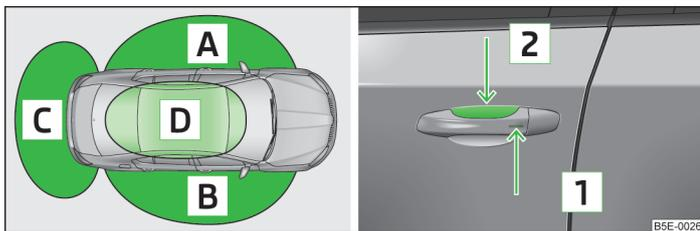

Abb. 15 KESSY: Bezeichnung der Bereiche und Entriegeln / Sensoren im Griff der Vordertür
➤ Den Türgriff der vorderen Tür fassen oder den Sensor **2** » Abb. 15 mit der ganzen Handfläche bedecken » **I**.
➤ Den Sensor **1** » Abb. 15 mit den Fingern berühren.
Wenn beim Entriegeln der Sensor **2** und gleichzeitig der Sensor **1** » Abb. 15 überdeckt werden, wird das Fahrzeug nicht entriegelt.
Das System KESSY kann den gültigen Schlüssel finden, auch wenn dieser z. B. im vorderen Bereich des Fahrzeugdachs vergessen wurde **D** » Abb. 15. Deshalb ist es nötig, stets zu wissen, wo sich der Schlüssel befindet.
Wenn nach Verriegeln des Fahrzeugs inklusive der Gepäckraumklappe der Schlüssel, mit dem das Fahrzeug verriegelt wurde, im Fahrzeug bleibt, aktiviert sich der Schutz gegen ungewolltes Einsperren des Schlüssels im Fahrzeug und es entriegelt wieder **D** » Abb. 15 auf Seite 35.
» Abb. 15 auf Seite 35.
- Die Fahrtür mithilfe des Sensors  » Abb. 15 auf Seite 35 entriegeln.